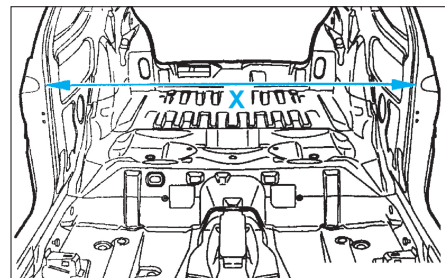

FIG. 64
- Contrôler le jeu X = 1360 ± 1 mm (Fig.64).